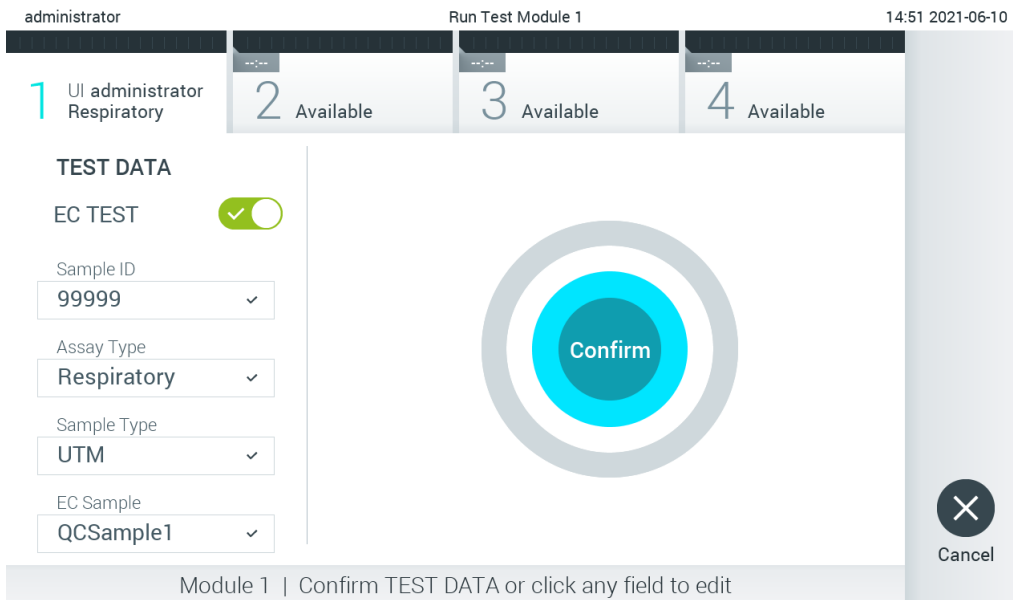

图 93. Confirm（确认）屏幕。
7. 将出现 **Confirm**（确认）屏幕。检查输入的数据并通过在触摸屏上按下相关字段，然后编辑信息来进行必需的更改（图 93）。